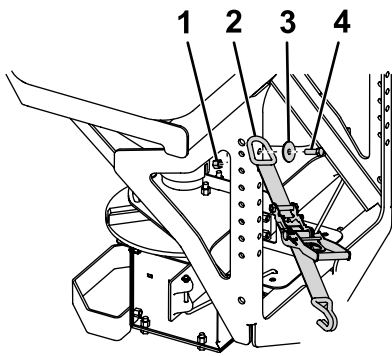

Figure 5
1. Fixez les anneaux en D des sangles à cliquet dans les trous supérieurs à l'extérieur du cadre de l'épandeur à l'aide d'un boulon ($\frac{1}{2}$ po), d'une rondelle ($\frac{1}{2}$ po) et d'un contre-écrou ($\frac{1}{2}$ po), puis serrez les boulons à 76 N·m (56 pi-lb) (Figure 5).